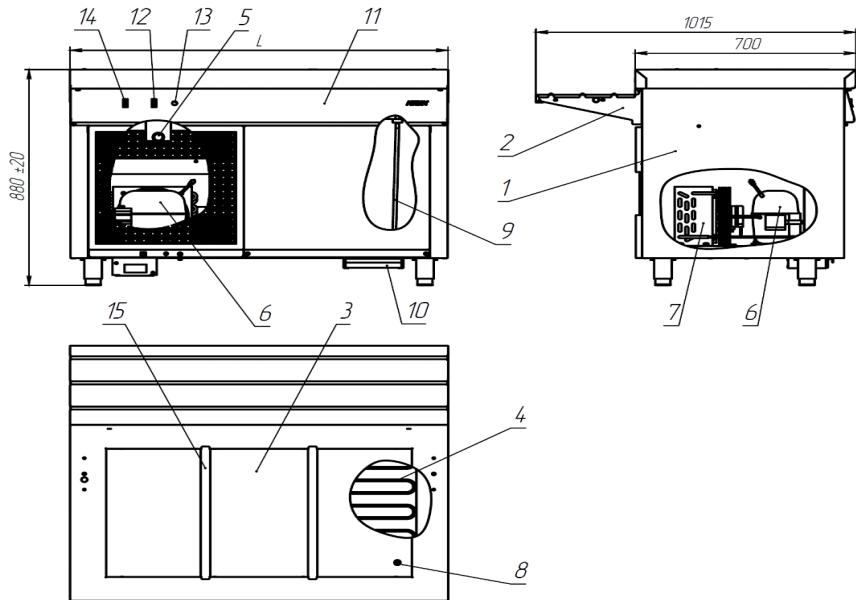

Рисунок1
1.3.2.1 Изделие, см. рисунок 1, представляет собой тумбу 1 с установленными на ней направляющей для подносов 2, ванной 3 со съёмными перегородками 15 для установки гастроёмкостей. По желанию заказчика модули могут комплектоваться стандартными гастроёмкостями GN 1/1, GN ½ глубиной до 150мм. На ванне снизу расположен испаритель 4, который её охлаждает. В зависимости от условий эксплуатации модуля, возможна корректировка режима его работы с помощью терморегулятора, расположенного в верхней части агрегатного отсека. Поворотом ручки терморегулятора 5 по часовой стрелке обеспечивается понижение температуры. В нижней части агрегатного отсека установлены компрессор 6 и конденсатор 7 холодильной установки. Для